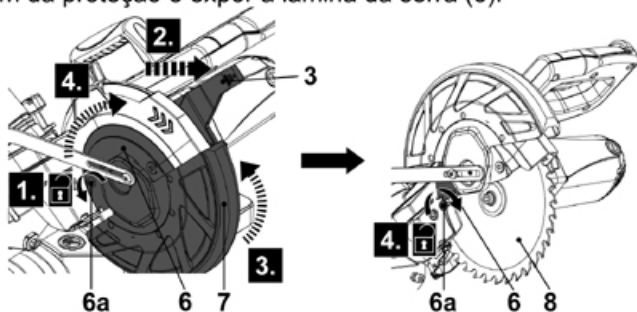

Fig. 13
- > Solte o parafuso (6a) na placa de montagem da proteção (6) com a ferramenta fornecida (32) (Fig. 13, passo 1) e remova-a do produto.
- > Prima a alavanca de liberação da proteção da lâmina (3) (passo 2) e, em seguida, rode a placa de montagem da proteção (6) e abaixe a proteção da lâmina retrátil (7) para cima (passo 3).
- > Coloque novamente o parafuso (6a) (passo 4) para prender a placa de montagem da proteção e expor a lâmina da serra (8).